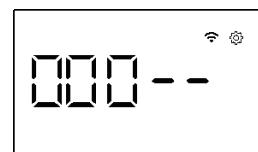

图19
- 1.在待机状态下，长按“选择”键直到屏幕显示“000--”（如图19）；